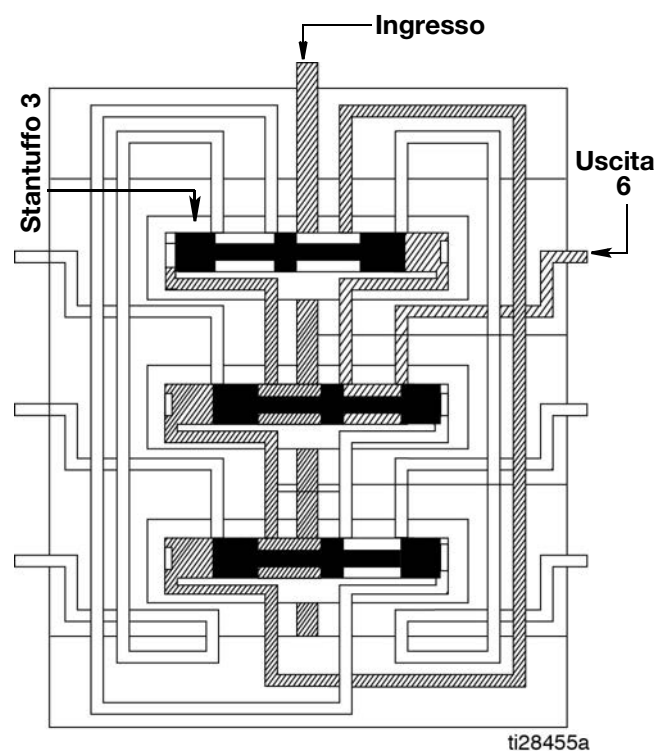

FIG. 12
2. Lo stantuffo 3 apre, erogando il lubrificante all'uscita 6 (Fig. 12).